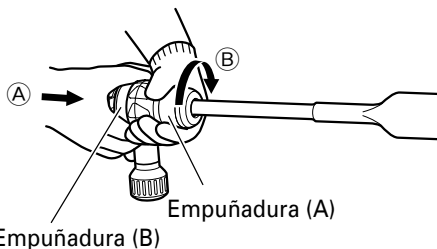

Fig. 4
- (1) Como se muestra en la Fig. 4, si la empuñadura (A) se gira en el sentido de (B) cuando la empuñadura (B) esté girada 60 grados en el sentido de (A), el ángulo de la cuchilla podrá cambiarse libremente hasta la posición deseada.